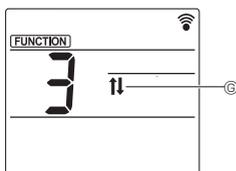

Fig. 5-5
5.2. Utilisation du panneau ascendant/descendant (Fig. 5-1, Fig. 5-5)
- Dans l'écran Réglage des fonctions, appuyez sur la touche ⑥ et sélectionnez le n° de fonction "3".
- Appuyez sur la touche ④.
- Appuyez sur la touche ⑥ ou sur la touche ⑤.